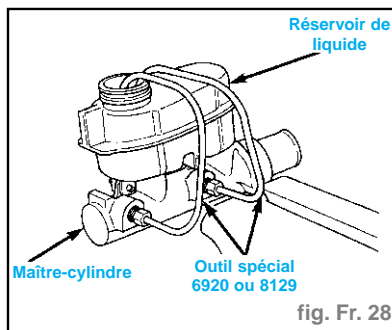

fig. Fr. 28
- Poser les tubes de purge, outil spécial **6920** pour un maître-cylindre sans commande à traction sur le maître-cylindre. Placer les tubes de purge de façon que les sorties des tubes de purge se trouvent sous la surface du liquide de frein quand le réservoir est rempli au niveau correct (fig. Fr. 28).